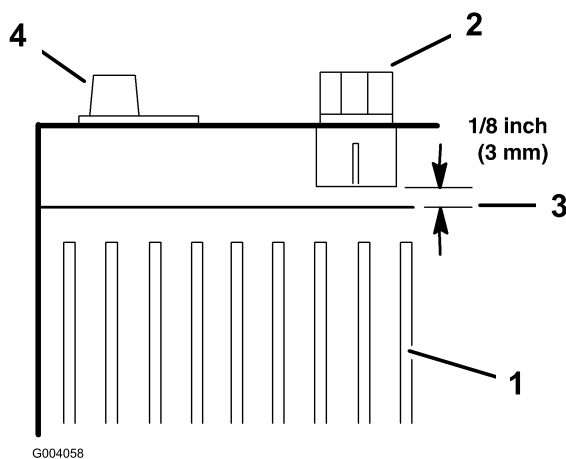

Figura 27
7. Acrescente água destilada de modo a que o nível da solução electrolítica fique a 3 mm do topo de cada cavidade (Figura 27).